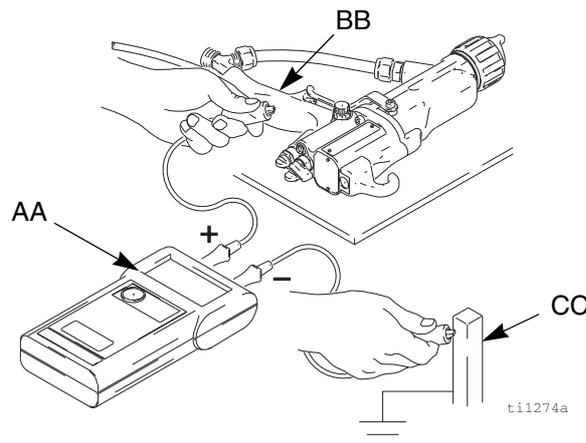

Fig. 7. Vérification de la mise à la terre du pistolet
Le mégohmmètre réf. n° 241079 (AA - consultez la FIG. 7) n'est pas homologué pour une utilisation en zone dangereuse. Afin de réduire le risque d'étincelles, n'utilisez pas de mégohmmètre pour vérifier la mise à la terre, sauf si :
4. Assurez-vous que le flexible pneumatique (R) relié à la terre est bien branché et que le fil de terre du flexible est raccordé à une véritable prise de terre.
5. Mesurez la résistance entre la poignée du pistolet (BB) et une véritable prise de terre (CC). Utilisez une tension appliquée comprise entre 500 et 1000 volts. La résistance ne doit pas dépasser 1 mégohm. Consultez la FIG. 7.